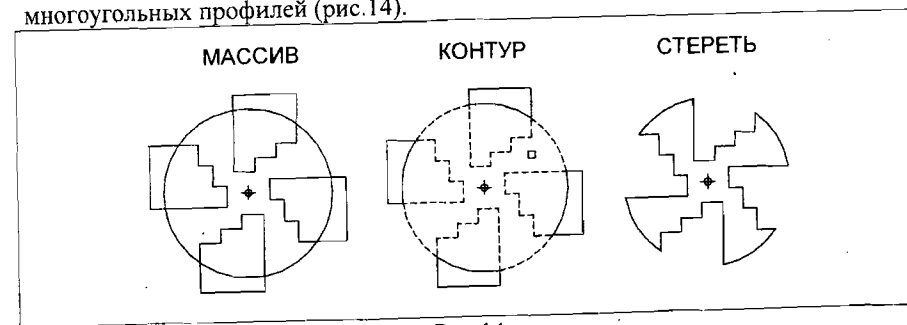

Рис.14
6. Командой МАССИВ (ARRAY) построить круговой массив из четырех многоугольных профилей (рис.14).